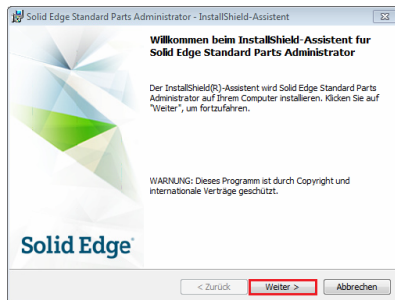
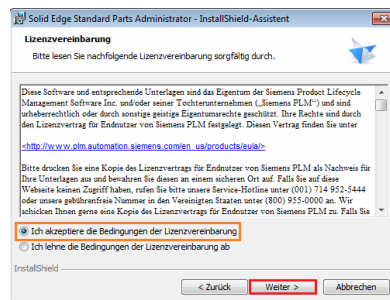
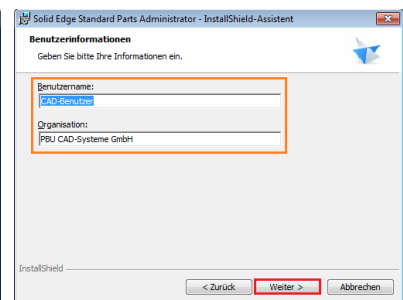

Abbildung 10
Abbildung 11
Abbildung 12
- 3.2. Fahren Sie mit der Installation fort (Abb. 10), akzeptieren Sie die Lizenzbedingungen (Abb. 11) und geben Sie Benutzernamen und Firmennamen ein – optional (Abb. 12).